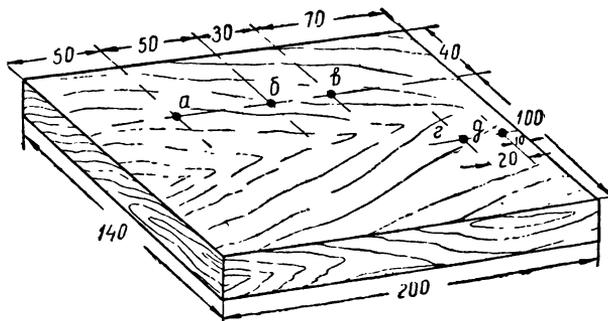

Рис. 112. Разметка панели.
его двумя ободками (3). Вот якорь и готов. Теперь заготовьте подходящую дощечку для панели (рис. 112). Разметьте ее. А затем в точ-